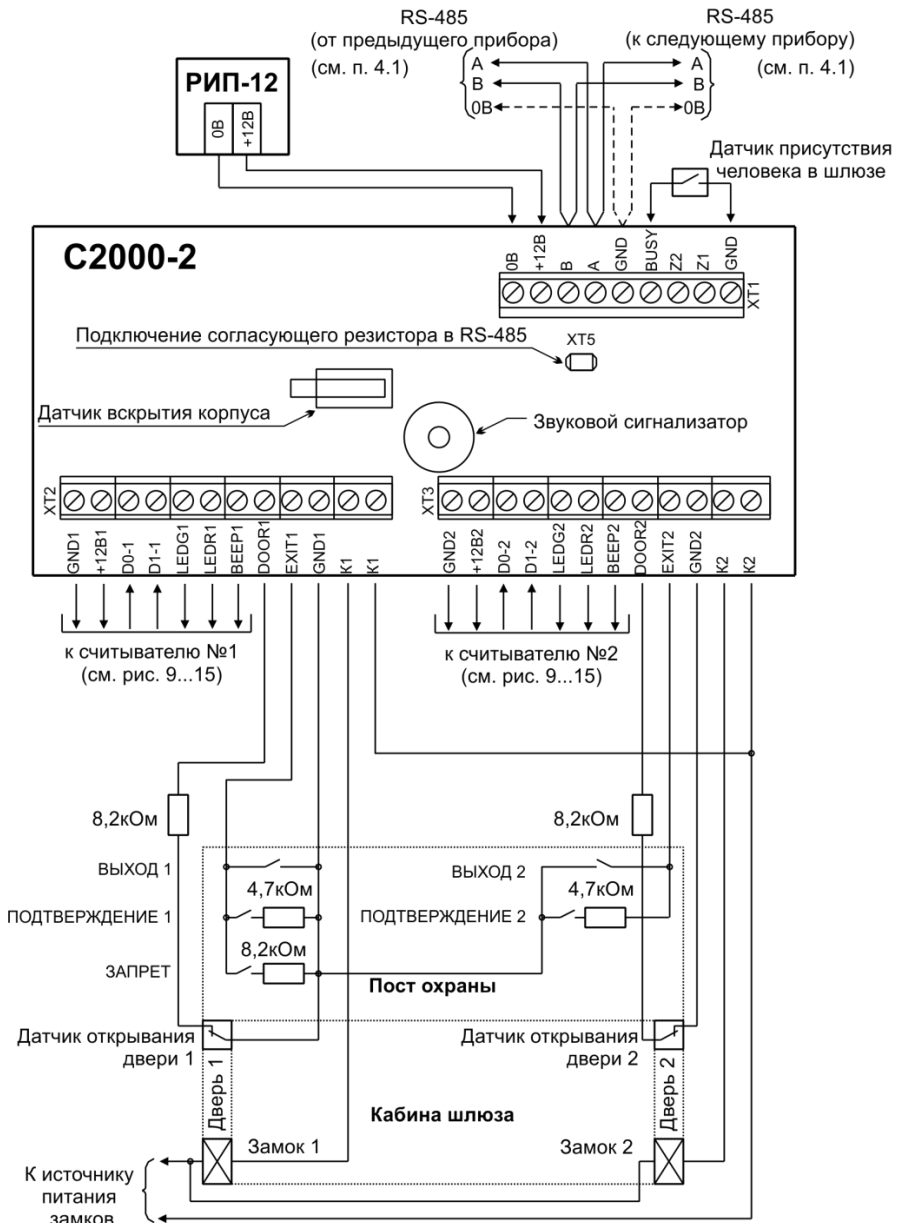

Рисунок 23. Схема подключения контроллера «C2000-2» в режиме «Шлюз»
4.11.2 Подключите датчики открывания дверей к контактам «DOOR1», «GND1», «DOOR2», «GND2» контроллера (см. рис. 23).